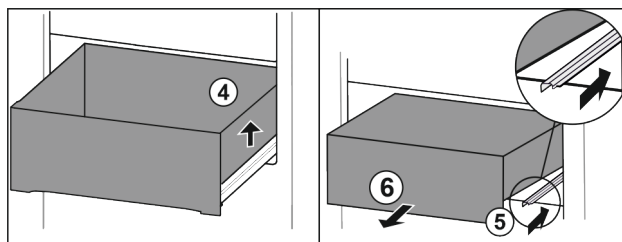

Fig. 93
- ▶ Nadvihnite zásuvku doprava. Fig. 93 (4)
- ▶ Zasuňte pravú koľajničku. Fig. 93 (5)
- ▶ Odoberte zásuvku dopredu. Fig. 93 (6)